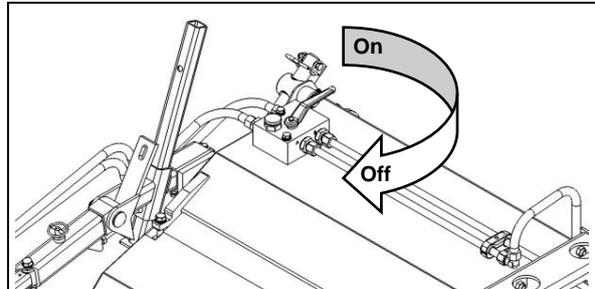
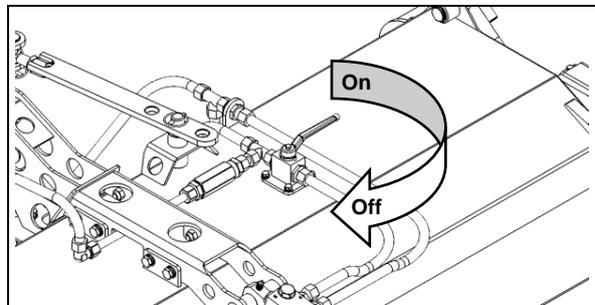

Fig. 4.34
Fig. 4.35
- Die Absperrhähne zu dem Hydraulikmotor des Seitenkehrbesens (Fig. 4.34) und zum Hydraulikzylinder der Sammelbehälter-Entleerung (Fig. 4.35) schließen.
- Stützräder (1) müssen nach hinten weisen.